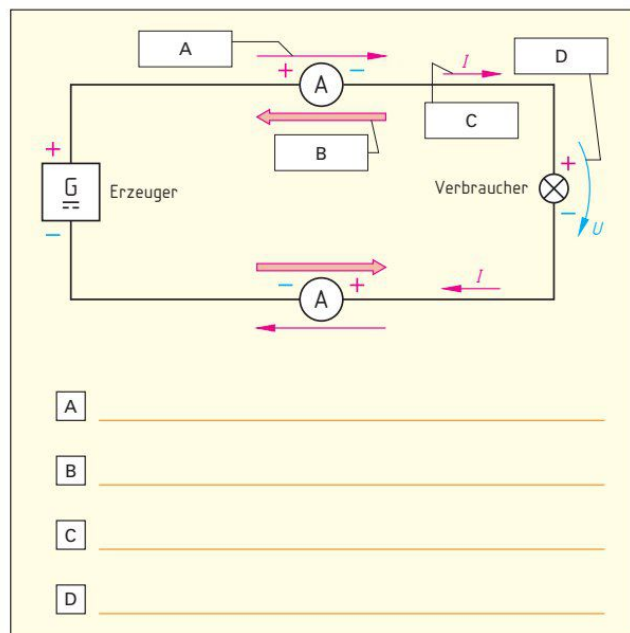

Bild 1: Stromrichtung und Elektronenbewegung
1. Vervollständigen Sie die fehlenden Angaben A bis D in dem **Bild 1**.